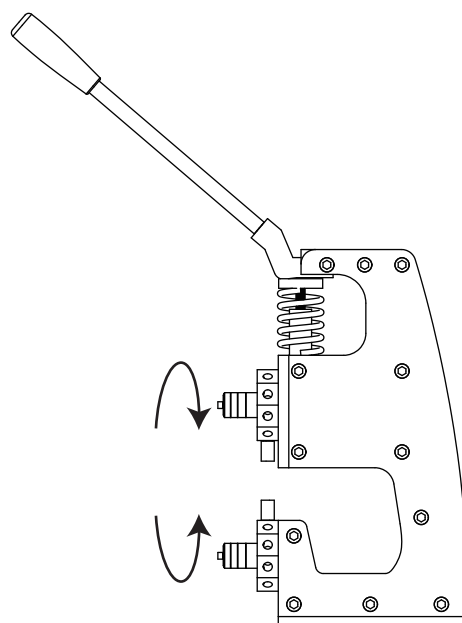

图5.2
6.如图5.2所示,调整模具方向,使公模具头朝下、母模具头朝上。